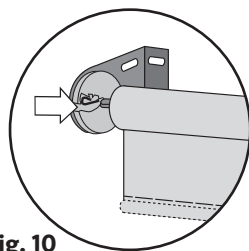

Fig. 10
A. Con la persiana completamente enrollada, use un destornillador de cabeza plana para presionar suavemente hacia arriba en la abertura del soporte del extremo inactivo mientras tira suavemente hacia adelante en el lado izquierdo del cortinero para liberar la persiana del soporte (**Fig. 10**). Una vez desenganchada, deslice el lado de la manivela de la persiana hacia afuera.